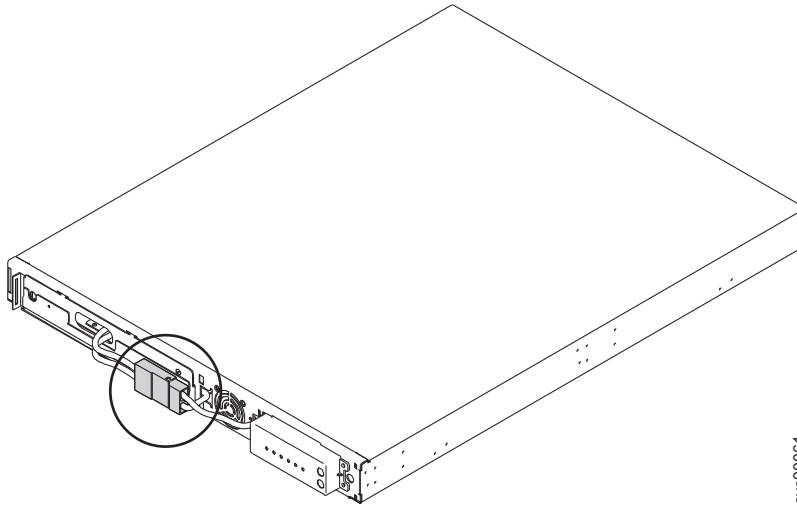

図 312. 2145 UPS-1Uの内部バッテリー・コネクタ
6. 349 ページの図 312 の円内に示すように、内部バッテリー・コネクタを切り離します。